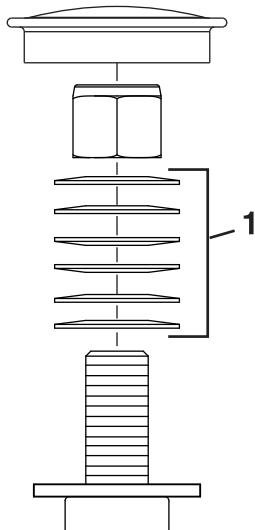

Figure 55
3. Déposez le capuchon protecteur de la roue pivotante et serrez le contre-écrou (Figure 55).
4. Continuez de serrer le contre-écrou jusqu'à ce que les rondelles élastiques soient aplatis, puis desserrez-le d'un quart de tour pour obtenir la précharge correcte des roulements (Figure 55).
5. Reposez le capuchon protecteur (Figure 55).
Important: Veillez à placer les rondelles élastiques correctement, comme montré à la Figure 55.